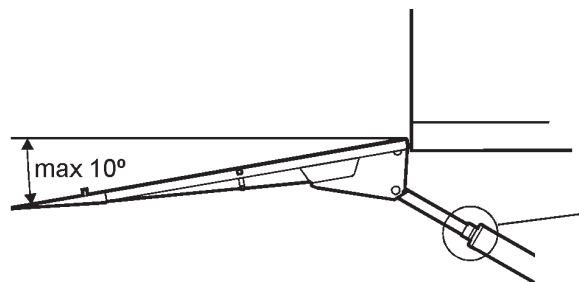

Bild 32. Nedtiltningsvinkel ska justeras till max 10°
4. Tilta ner bryggan till max 10 grader under horisontalplanet, se Bild 32.